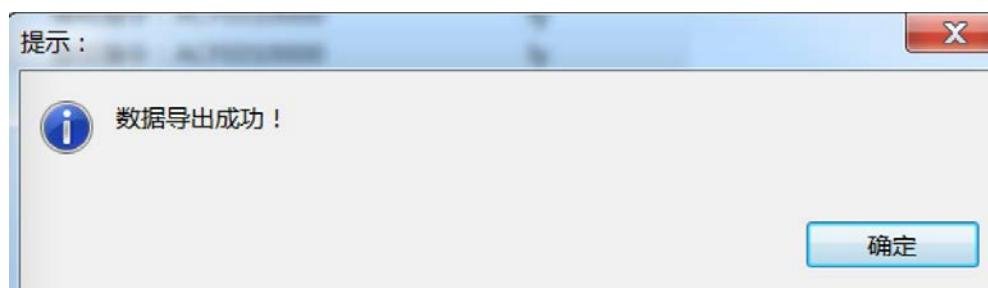

图 49 导出数据成功弹窗
3. 导出数据。通过时间、事件等级可以精确将原始数据导出设定默认导出地址下的 Excel 表中，如图 49, 50 所示。（仅拥有该权限的用户可以操作）。